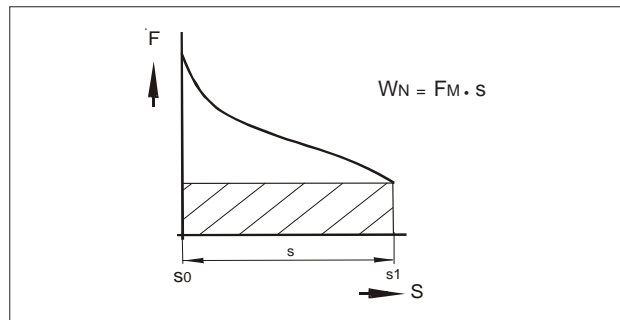

Bild 2.5.2.1
- 2.5.2 Die **Nennhubarbeit WN**, die in den Geräteblättern angegeben ist, ist, wenn nichts anderes vermerkt, das Produkt aus Nennmagnetkraft in Hubanfangslage und Magnethub (Bild 2.5.2.1)